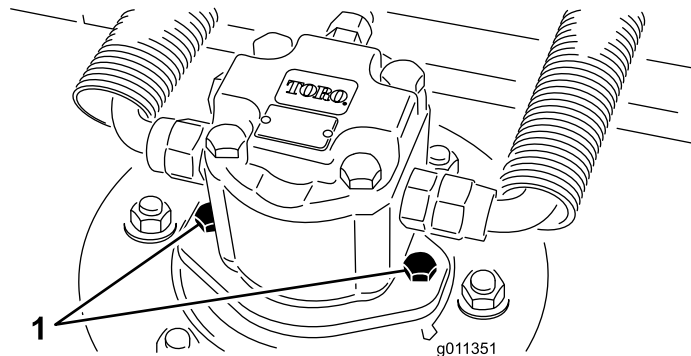

Figura 90
2. Desligue e retire o motor hidráulico da unidade de corte (Figura 90). Cubra a parte superior do eixo para não o sujar.
4. Instale o motor hidráulico na plataforma (Figura 90). Verifique se o anel de retenção está posicionado corretamente e não está danificado.